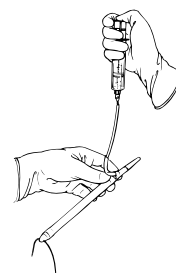

Figura 4-9
- Mantenere il cilindro dalla parte posteriore, con la punta frontale rivolta verso il basso per consentire il riempimento della porzione distale del cilindro per prima (**Figura 4-9**).